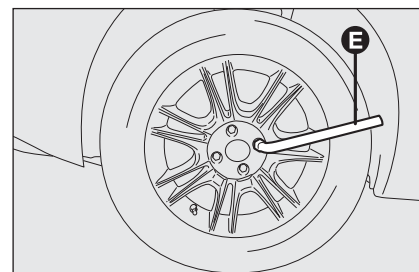

fig. 11
- allentare di circa un giro i bulloni di fissaggio, utilizzando la chiave in dotazione **E-fig. 11**; per vetture dotate di cerchi in lega, scuotere la vettura per facilitare il distacco del cerchio dal mozzo della ruota;